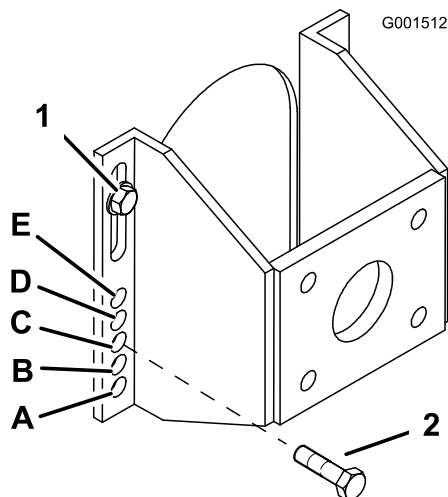

Figura 16
- Afloje, sin retirarlos, los 2 pernos superiores del eje (Figura 16).
- Retire los 2 pernos inferiores del eje (Figura 16).
- Eleve o baje el soporte de montaje para poder instalar los 2 pernos de ajuste del eje en el taladro deseado (Figura 16). Utilice un punzón cónico para ayudar a alinear los taladros.